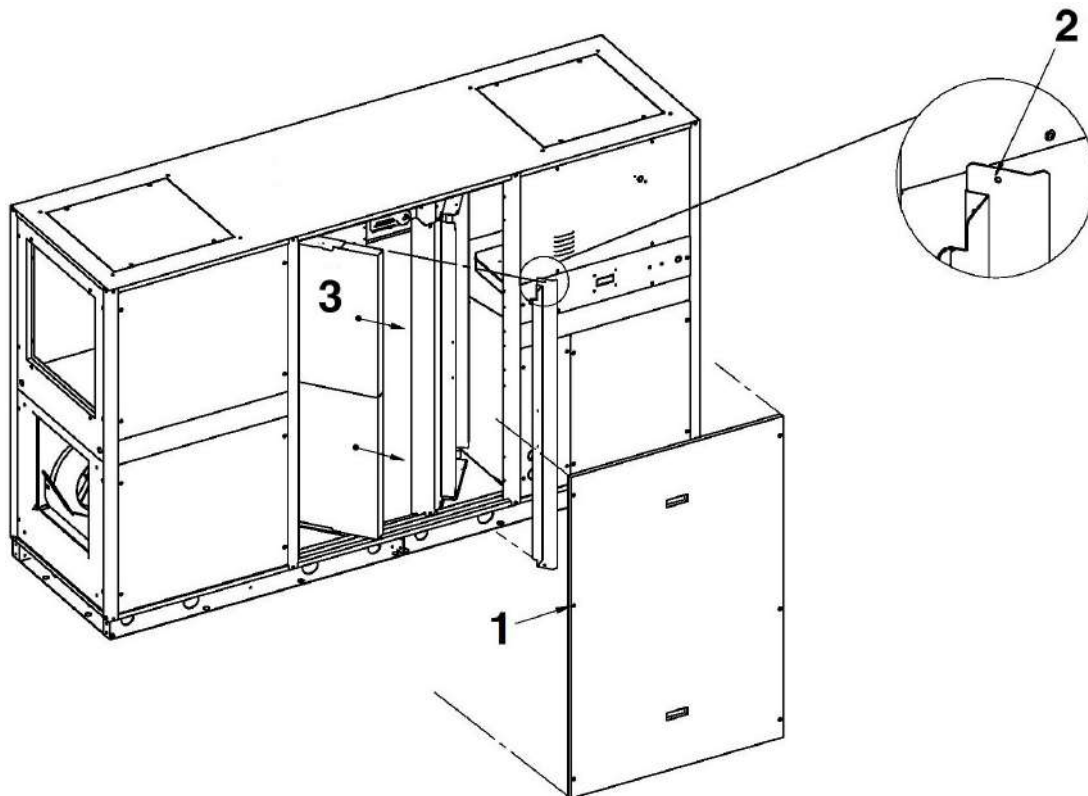

Fig.39
10.2.2 VERIFICA DELLA SEZIONE FILTRANTE SERIE "CFR+ E CFRE+" VERTICALE (Fig. 39)
- Togliere le 4 viti del fermo di sicurezza del filtro (2).
- Sfilare il filtro (3) lateralmente come esemplificato nella figura. Una volta eseguita la pulizia ripetere le operazioni in ordine inverso. Per la pulizia utilizzare un aspirapolvere, o aria compressa, o lavare con detergente comune in acqua tiepida, lasciando asciugare in modo accurato. Se i filtri sono eccessivamente logorati o rotti, vanno sostituiti obbligatoriamente.
10.2.2 CHECK THE "CFR+ AND CFRE+" SERIES FILTERING SECTION VERTICAL (Fig. 39)